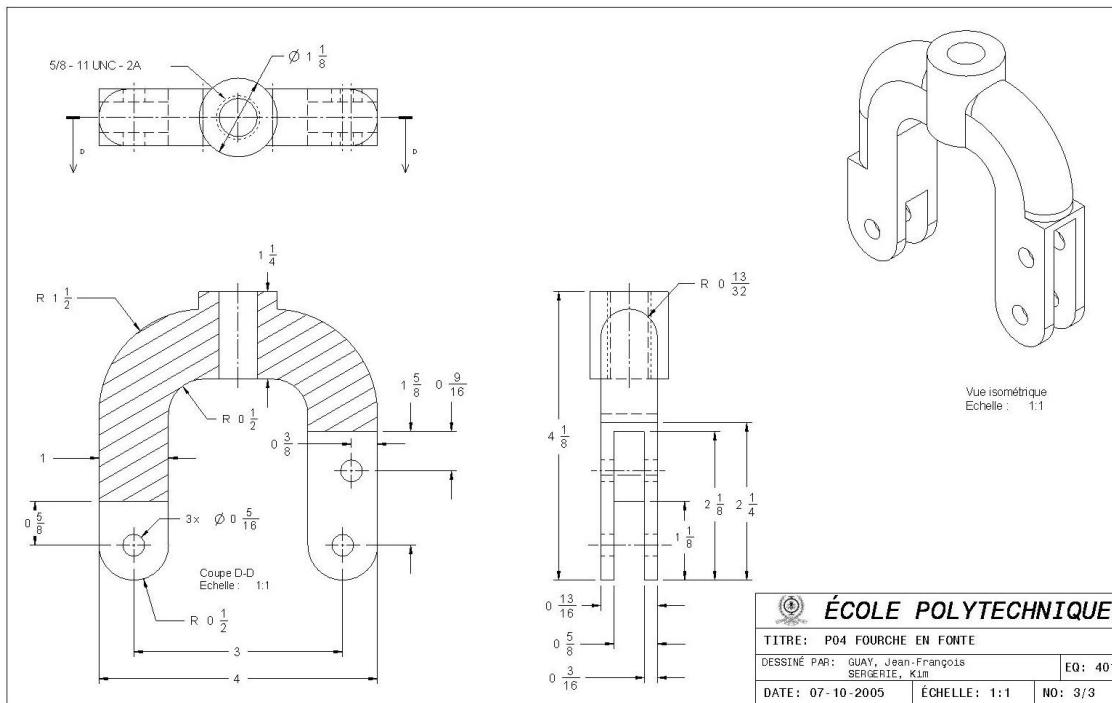

Figure 2a : Exemple de dessin de définition d'une fourche
1.3.2 Dessin de définition (figures 2a et 2b)